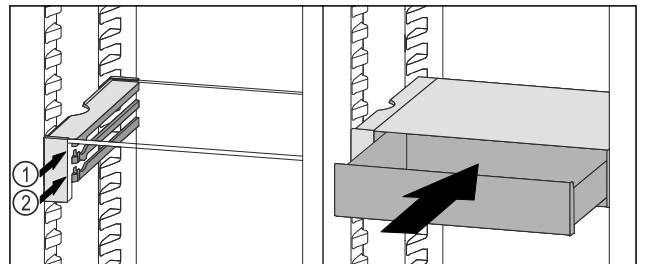

Fig. 94
- Posizionare il cassetto VarioSafe dietro i tappi sulla nervatura desiderata Fig. 94 (1) o Fig. 94 (2).